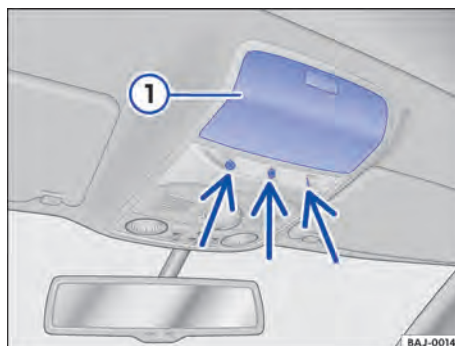

Fig. 46 No console do teto: sensores do monitoramento do interior do veículo no porta-objetos.
Nos veículos com sensores do monitoramento do interior do veículo (setas) localizados embaixo do porta-objetos no console do teto, se necessário, fechar a tampa do porta-objetos \Rightarrow Fig. 46 ① no console do teto ou nos veículos de porta-objeto sem tampa, não tampar os sensores com objetos que saiam do porta-objetos, caso contrário, o funcionamento do monitoramento do interior do veículo não é garantido sem limitações.